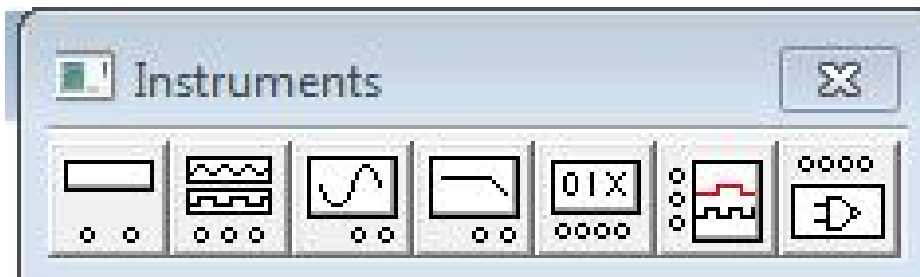

Рисунок 3.16 – Вкладка **Instruments**
- прилади для формування і спостереження логічних величин: генератор слів, логічний аналізатор, логічний перетворювач (рис. 3.16).